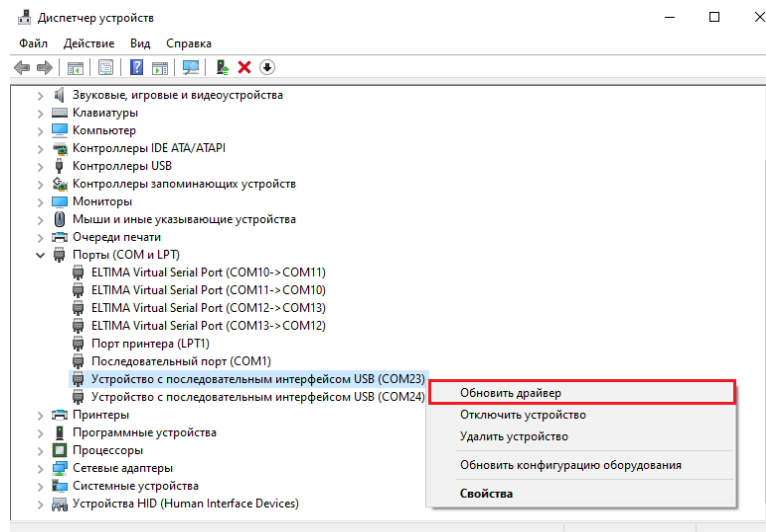

Рисунок 8 – Контекстное меню устройства
4. Нажмите ПКМ на первом устройстве, выберите пункт контекстного меню – «Обновить драйвер» (см. рисунок 8).